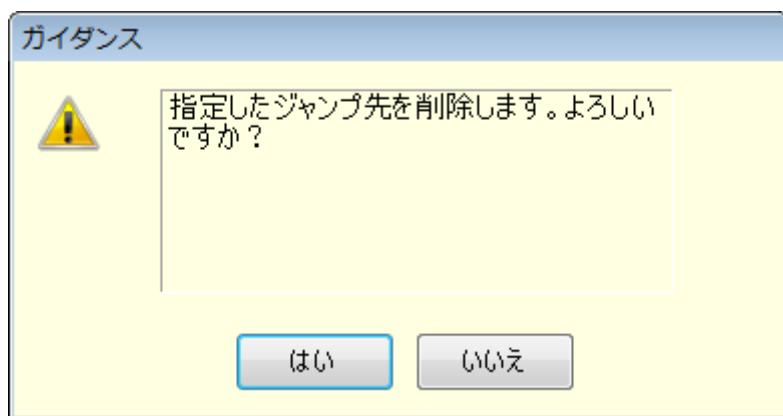

図5-7 ステップ削除の確認ダイアログ
- ジャンプ先又はブランチステップに設定されているステップを削除した場合は、図5-7のダイアログが表示されます。**はい**を選択するとステップが削除され、ジャンプ先又はブランチステップは無効となります。**いいえ**を選択すると、ステップの削除はキャンセルされます。